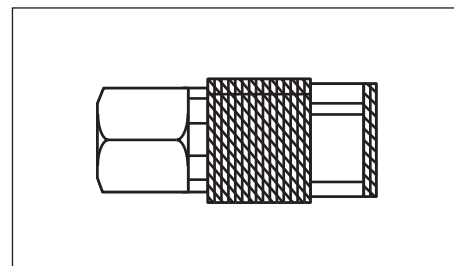

Figura 7 - Acoplador rápido
**CONECTOR RÁPIDO** — Un conector rápido está diseñado para trabajar en combinación con un acoplador rápido para unir rápida y fácilmente una herramienta neumática con una manguera de aire (*Ver Figura 7*).
**MANGUERA DE SUMINISTRO DE AIRE:** Use SIEMPRE mangueras de suministro de aire con una clasificación de presión mínima de funcionamiento igual o mayor que la presión de la fuente de energía, o 10,3 bar (150 psi), lo que sea mayor. Use una manguera de aire de 6,4 mm (1/4 pulg.) para alargues de hasta 15 m (50 pies). Use mangueras de 9,5 mm (3/8 pulg.) para alargues de 15,24 m (50 pies) o mayores (ver Figura 7 y Tabla 2).